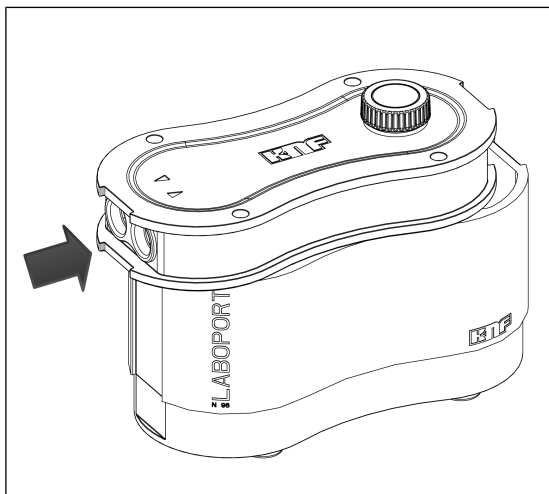

Fig.13: Spingere il coperchio della carcassa sui raccordi gas (chiudere la pompa)
2. Spingere il coperchio della carcassa (2) sui raccordi del gas finché la forma geometrica del coperchio della carcassa (2) non corrisponde con quella della carcassa della pompa (3) (vedere Fig. 13).